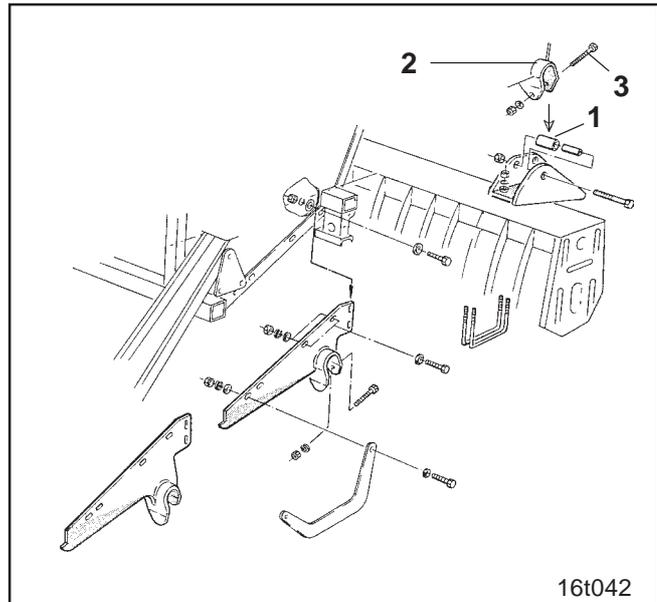

Fig. 22.4
- Lagerwellen (Fig. 22.4/1) und Fangtaschen (Fig. 22.4/2) zusammenführen, mit Bolzen (Fig. 22.4/3) abstecken und mit Federvorsteckern sichern.